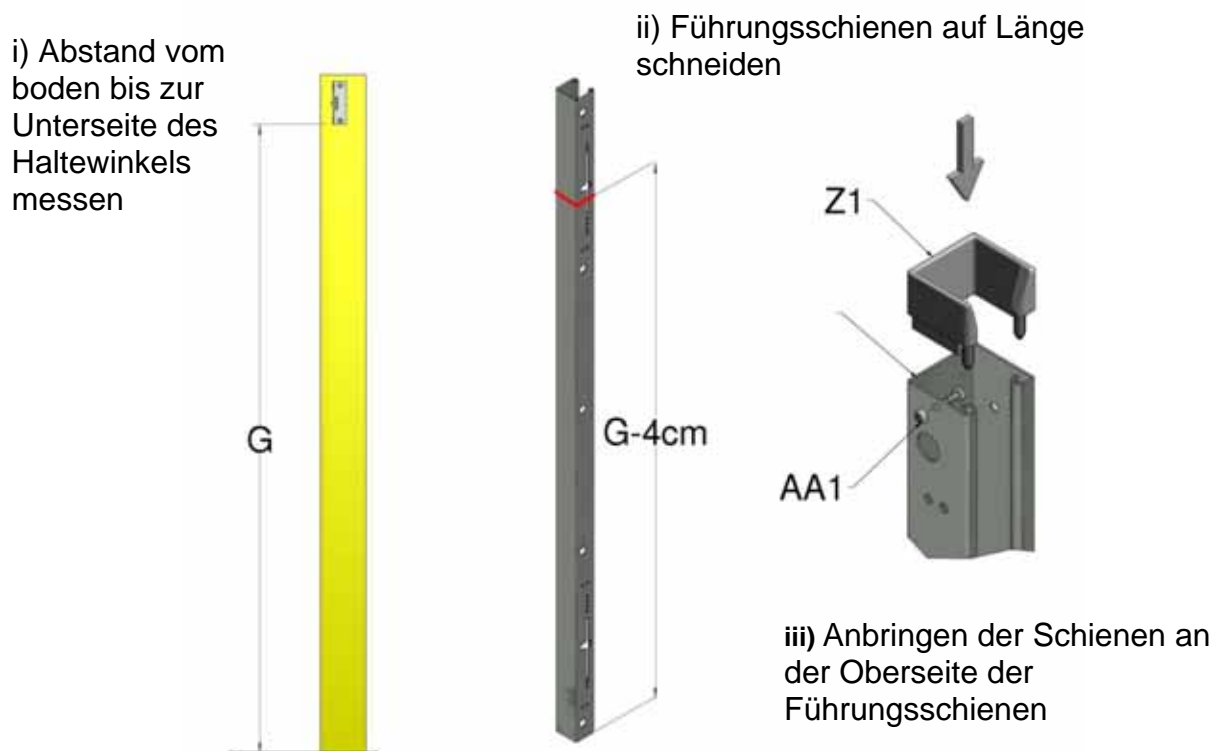

Abb. 8 – Führungsschienen nach Längn schneiden
7. Schneiden Sie die Führungsschienen (L1) auf die gleiche Länge, sodass sie genau von der Unterseite der oberen Haltewinkel bis auf den Boden reichen. Lassen Sie dabei 4 cm Platz für die Schiene (Z1). Achten Sie darauf, dass das nicht zugeschnittene Ende mit dem Schlitz und den Löchern unten liegt, damit es die Sperrklinken aufnehmen kann. Bringen Sie das Schienenpaar an der Oberseite der Führungsschienen (geschnittenes Ende) an und befestigen Sie es mit der M6x12 Schraube und Mutter (AA1) an der Vorderseite (siehe Abbildung 8).